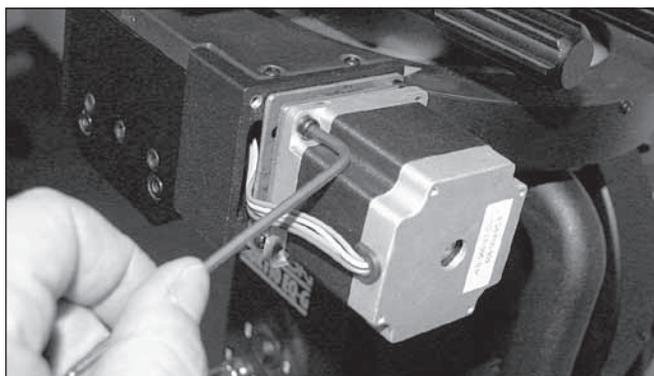

Figura 24: allentare di un quarto di giro le due viti diagonalmente opposte che fissano il motore alla piastra di alloggiamento.
6. Con una chiave a brugola da 3 mm allentare di un quarto di giro solo le due viti che collegano il motore della declinazione alla piastra di alloggiamento come mostrato in **Figura 24**. Questi due viti sono posizionate diagonalmente rispetto al motore; solo una vite è visibile nella figura. (Per una regolazione fine della declinazione, è possibile saltare questo passaggio.)